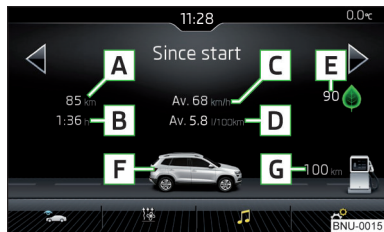

Fig. 39
**Visualización de la pantalla** » **fig. 39**